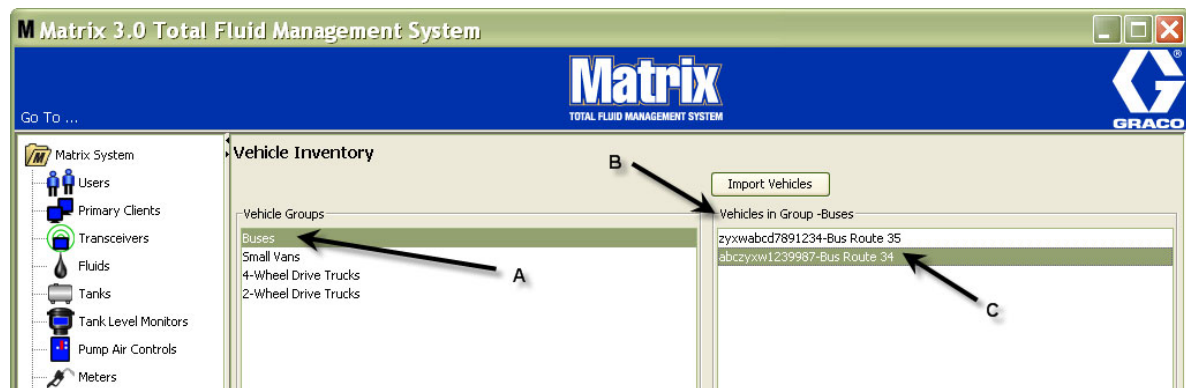
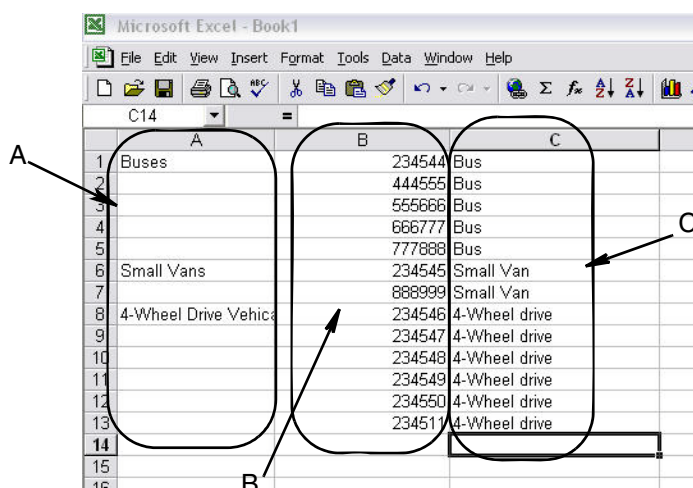

FIG. 156
FIG. 159
7. De voertuigen worden alleen weergegeven op het hoofdscherm voor Voertuiginventaris wanneer de groep waaraan ze zijn gekoppeld gemarkeerd staat. In het voorbeeld FIG. 156 is de voertuiggroep Bussen gemarkeerd (A). De groepsnaam "Bussen" werd toegevoegd aan het einde van de voertuigen in de groepskolom (B) en de lijst in die kolom bevat alleen bussen die zijn opgenomen in de vlootinventaris. Er zijn geen Kleine bestelauto's, 4 x 4-voertuigen of Voertuigen met
Delen A, B en C in FIG. 159 stemmen overeen met delen A, B en C in FIG. 156.